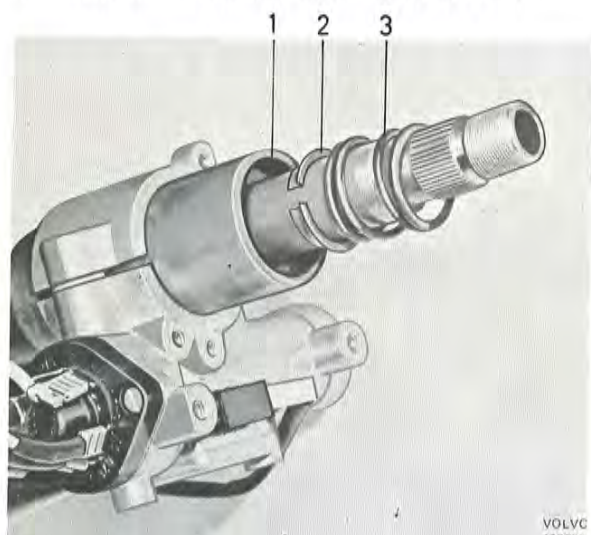

Bild 55. Byte av övre lager
4. Dra ut fjäder och säte, se bild 55.